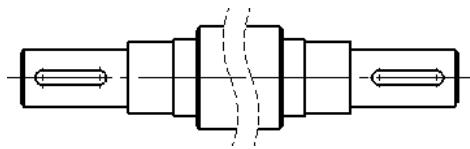

图 9.4.36 “曲线切断”折断样式
- **曲线** 选项：折断线为曲线，如图 9.4.36 所示。